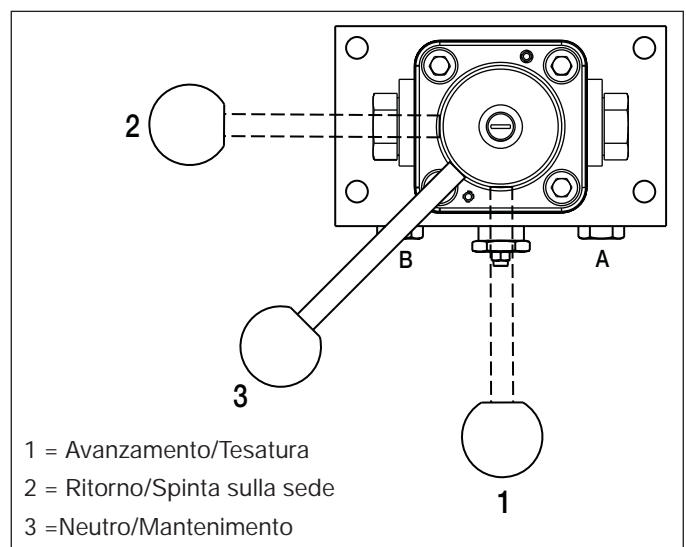

Figura 10, Posizioni Manopola Valvola
4. Ruotare la manopola della valvola di comando sulla posizione neutra/mantenimento ("3") (vedere la figura 10 per le posizioni della manopola).
4. Accertarsi che la manopola della valvola di comando sia in posizione neutra/mantenimento ("3") (vedere la figura 10 per le posizioni della valvola).